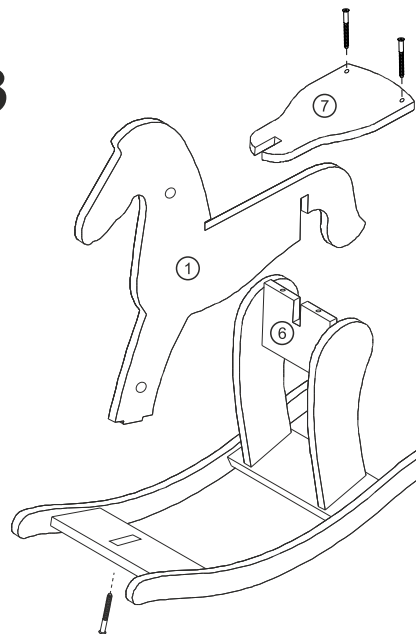

рис. 4
3. Установить корпус изделия (дет. 1) на вертикальную стяжку (дет. 6) и в паз передней стяжки (дет. 4). Установить сиденье (дет. 7) на корпус. Затянуть соединения евровинтами 5x50 (№ 1) (рис. 4).